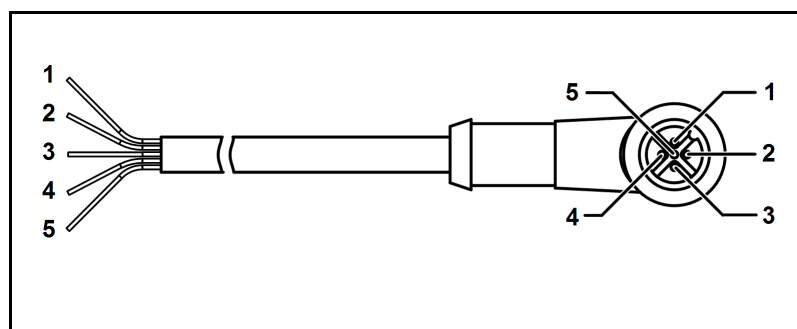

Fig. 6: Ocupación de cable RC
1. Equipar el cable para control externo (cable RC) con el enchufe adecuado para el aparato de mando utilizado. Ocupación de los cordones (véase el capítulo 4.6 Tab. 12 y Fig. 6).